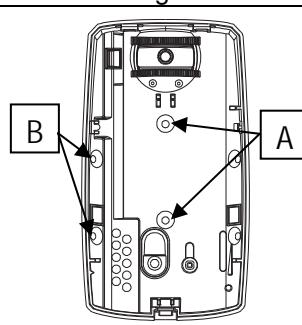

Fig. 4
2) Fixer le capteur au mur à l'aide des prédispositions "A" de fig.4, ou celles "B" dans le cas de fixation angulaire.
- 2) Den Sensor durch die Öffnungen „A“ von Abb. 4 oder mit „B“ bei einer Winkelanbringung an der Wand befestigen.
- 2) Fije el sensor a la pared utilizando las predisposiciones “A” de la fig.4, o las “B” en caso de fijación de ángulo.